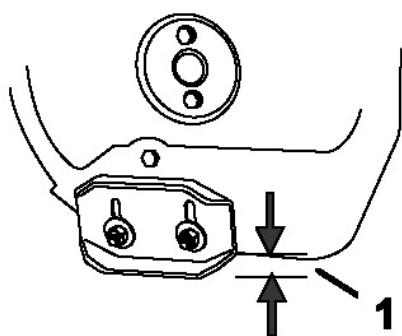

Рисунок 34.
2. Ослабьте гайки, которые крепят направляющие к бокам снегозаборника, чтобы направляющие свободно двигались вверх и вниз (рис. 34).